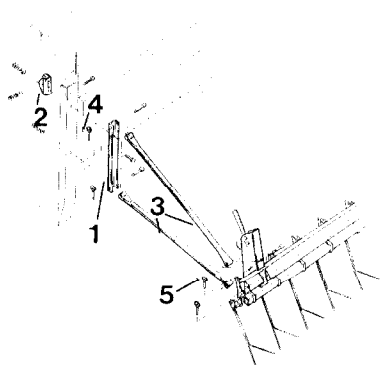
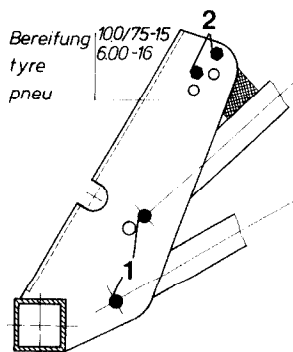

Fig. 31
Fig. 32
- Fixer la cornière verticale (fig. 31/1) sur la cornière renforcée (fig. 31/2) de la trémie.
- Les flexi-doigts de recouvrement sont vissés sur le support tubulaire (fig. 31/3) au moyen de deux vis (fig. 32/1) et verrouillés avec des sécurités à goupille (fig. 31/5).
- L'amortisseur oscillant métallique doit être vissé sur le D 7/E comme indiqué sur la fig. 32/2.
- Mettre en place les supports tubulaires (fig. 31/3) dans les cornières verticales (fig. 31/1) les visser et verrouiller avec les sécurités à goupille.